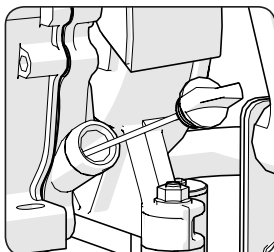

**Fig 4**
**Nota:** per accedere alla borchia sotto la traversa del telaio si deve inclinare la macchina all'indietro. Richiedere l'aiuto di una persona competente per inclinare la macchina e sincerarsi che il freno della ruota venga fatto intervenire prima che la macchina venga ribaltata all'indietro. (**Fig. 4**)